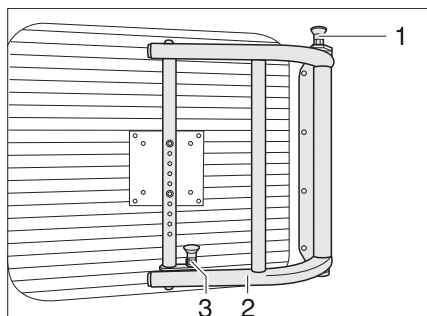

Bild 63 Svängarm för platt bildskärm
- Dra ner låsknapparna (Bild 63,1 och 3) för att låsa upp svängarmen.
- Sväng den platta bildskärmen med fäste (Bild 63,2) till önskat läge.